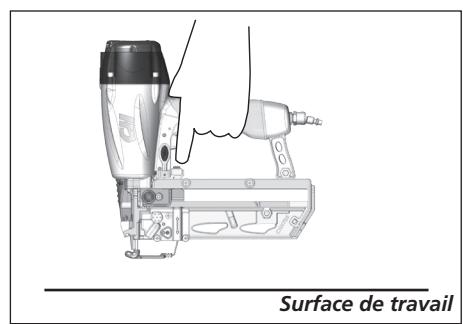

Figure 17
6. Retirer la cloueuse de la surface de travail. La PC doit revenir à sa position originale vers le bas. Tirer la gâchette (voir la Figure 17) La cloueuse **NE DOIT PAS ÊTRE EN MARCHE**. Ne pas utiliser l'outil s'il fonctionne en le relevant de la surface de travail. Des blessures pourraient en résulter.